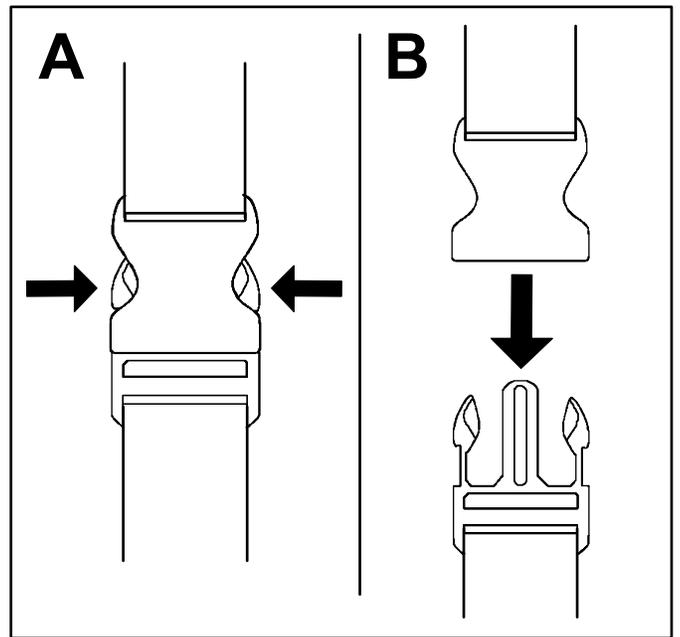

Bild 21
Deaktivieren Sie die Geschwindigkeitssperre (falls verwendet) und lassen Sie den Auslöser für die variable Geschwindigkeit los, um den Laubbläser abzustellen (Bild 21).
1. Drücken Sie auf die Seiten der Schnallen (A in Bild 21).
2. Erlauben Sie, dass sich die Schnallen lösen (B in Bild 21).